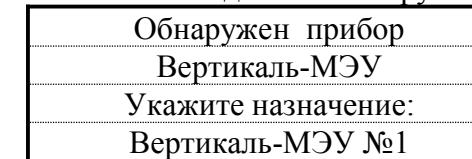

Рис.8 – Режим регистрации
- 2) На первом записываемом приборе, например «МЭУ №1» нажать кнопку «Сброс» и удерживать в течение трех секунд. После входа в режим «Тест», повторно кратковременно нажать кнопку «Сброс», до появления на ПУ надписи «Обнаружен прибор» (Рис.8).